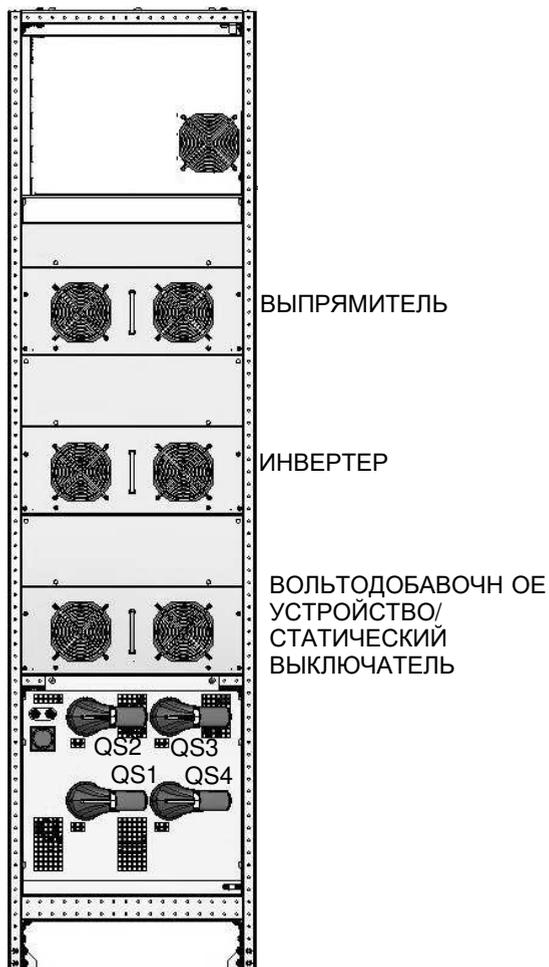
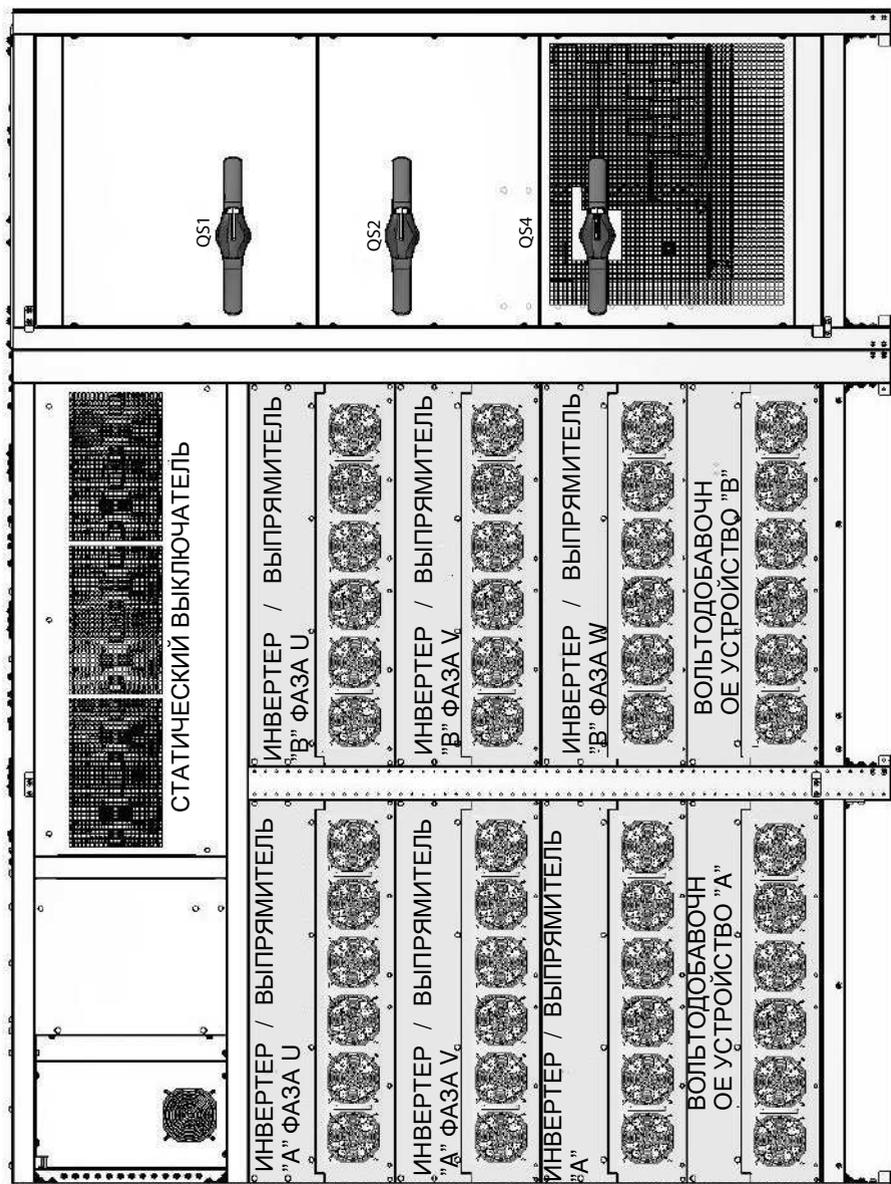

Рис. 28 - Liebert EXL 100/120 кВА: вид спереди
Рис. 34 - Liebert EXL 1000/1200 кВА: вид спереди
Для доступа к внешним электросоединениям необходимо открыть переднюю дверцу ИБП и снять вторую панель (см. Рис. 28 - Рис. 34). Первым соединяют заземляющий кабель (PE) с .